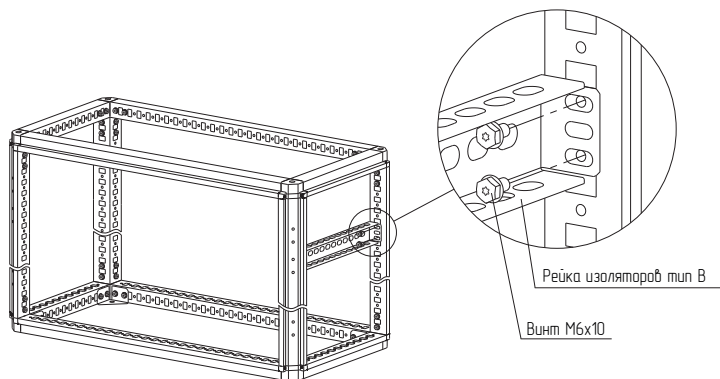

Рисунок 31
4.16.2 Установить рейку изоляторов тип В между стоек каркаса на нужной высоте и закрепить винтами с самонарезающей резьбой М6×10 (рисунок 31). Момент затяжки – 7 Н·м.